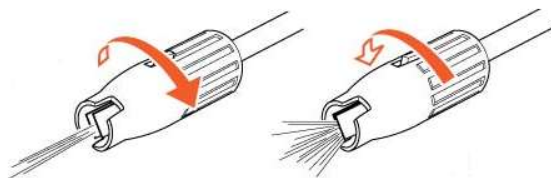

Figura 12
- b. Gire la boquilla con la otra mano. Ver figura 12.